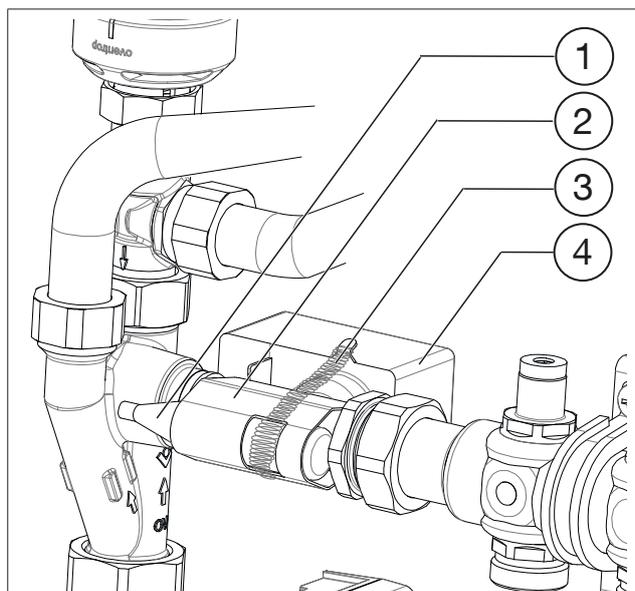

Fig. 5: Raccordement sonde en applique, support de retenue, ressort de retenue et thermostat à contact
4. Fixer la sonde en applique au tube vers le distributeur pour l'aller à l'aide du support de retenue (voir Fig. 5 en page 28).
5. Fixer la sonde en applique, le support de retenue et le thermostat à contact câblé à l'aide du ressort de retenue (voir Fig. 5 en page 28).